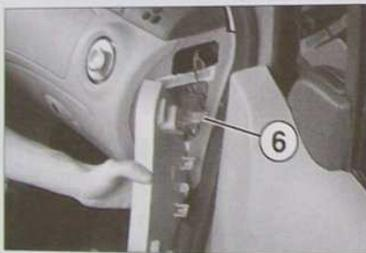

FIG. 24
- Débrancher le connecteur (6) de la commande à clé de désactivation de l'airbag frontal passager (Fig.24).